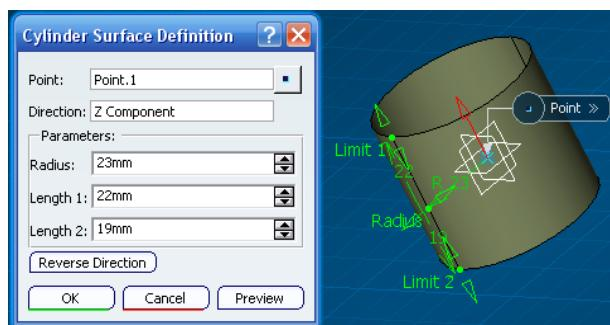

Ilustración 388: Creación de un cilindro.
**Cylinder (Cilindro).** Esta herramienta es una novedad de CATIA v6 con respecto al manual de CATIA v5 anterior (se encontraba en CATIA v5r19), y crea un cilindro recto, indicando el centro de la circunferencia del mismo, su dirección de generación del cilindro, el radio, y la longitud en ambos sentidos de la dirección de propagación. Se puede ver la ventana de definición de un cilindro en el ejemplo mostrado en la Ilustración 388.